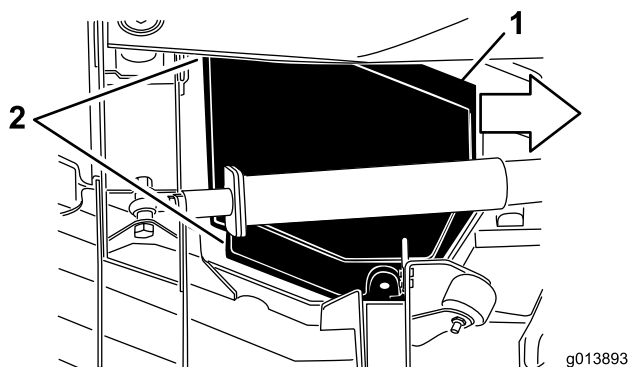

Figure 48
5. Tout en soulevant le carter, faites-le glisser vers le groupe de déplacement d'environ 2,5 cm pour dégager le bord extérieur du carter du plateau (Figure 48).